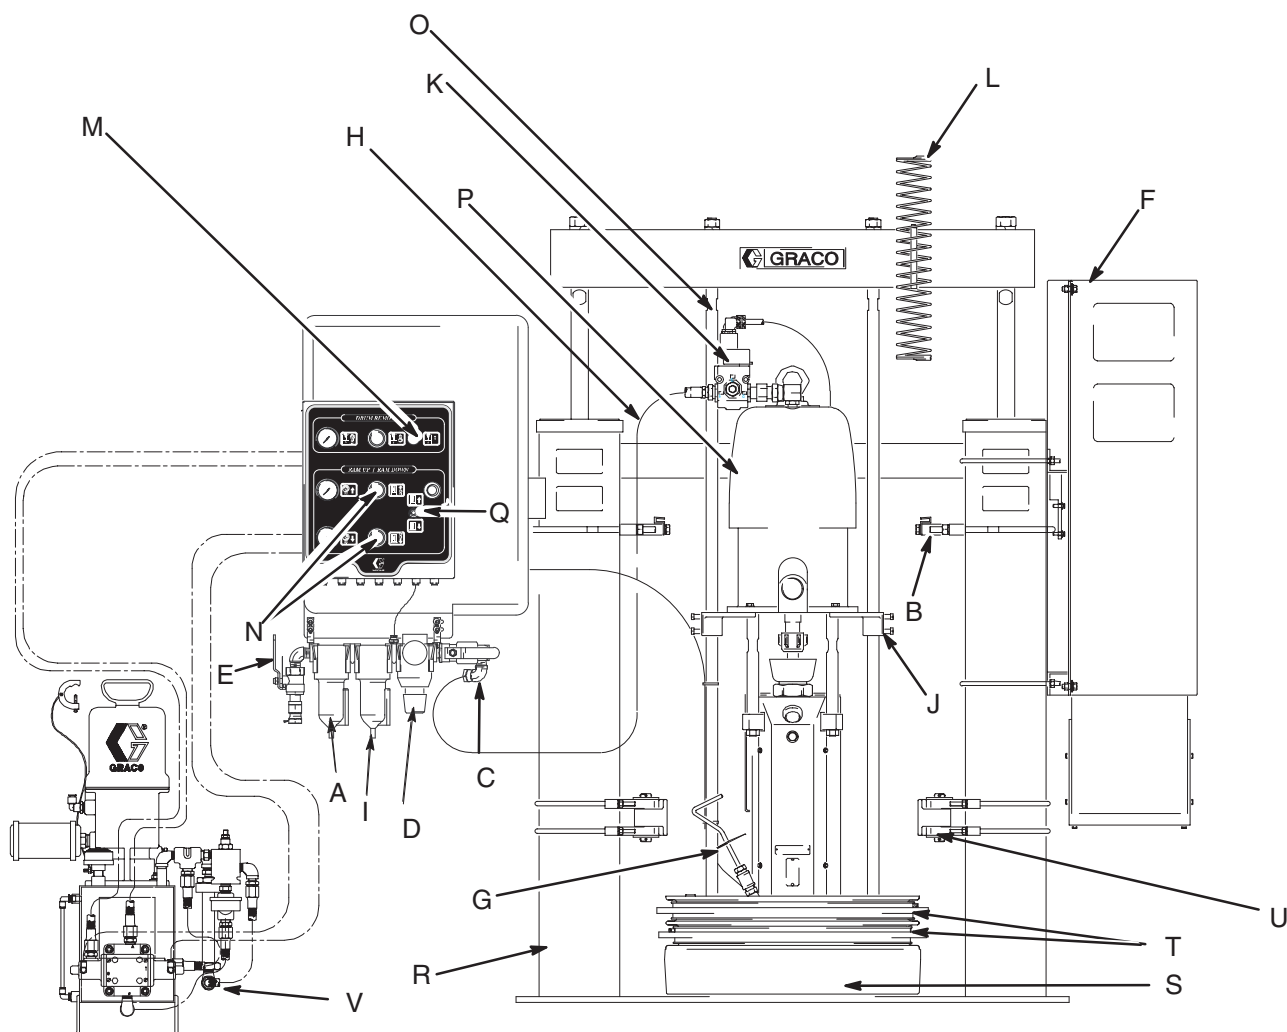

Fig. 4
Avant d'installer le système, il faut vous familiariser avec les pièces indiquées ci-dessous. Pour plus d'informations, voir la Fig. 4, page 10.
Voir le plan d'installation type (Fig. 4) et la Fig. 2. Les composants suivants font partie intégrale du module :
- Le régulateur d'air de la pompe (D) commande le régime de la pompe et la pression de sortie en réglant la pression d'air alimentant la pompe. Il est implanté sur le panneau de commande pneumatique en amont de la vanne d'air principale de type purgeur.
- Les régulateurs d'air de l'élévateur (N) commandent la pression d'air de l'alimentation hydraulique qui commande l'élévateur. Il existe des régulateurs d'air séparés régulant la pression de l'élévateur pour la montée et la descente.
- Alimentation hydraulique (Fig. 4, rep. V) commandant les mouvements de l'élévateur.
- Le bouton poussoir de décharge du plateau suiveur (M) commande la pression d'air de la vanne de décharge du suiveur.
- L'ensemble FRL (filtre, régulateur, lubrificateur) (A), (D) et (I) assure le conditionnement de l'air alimentant l'élévateur et la pompe. Le régulateur d'air de la pompe est monté sur cet ensemble. L'air de l'élévateur est fourni par cet ensemble. Une tuyauterie d'air relie l'ensemble FRL au module de régulation d'air de l'élévateur.